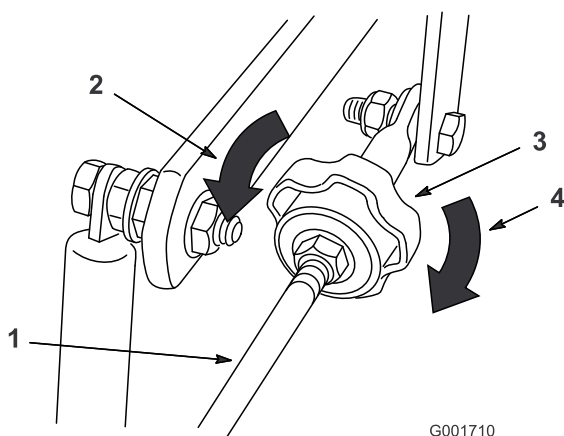

Figure 57
4. Pour que la machine tire à droite, tournez le bouton vers la droite de la machine (voir Figure 57).
5. Pour que la machine tire à gauche, tournez le bouton vers la gauche de la machine (voir Figure 57).